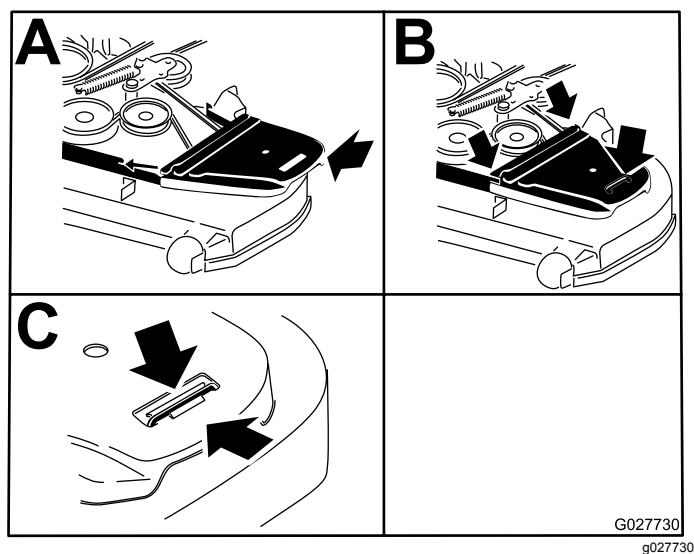

Figura 94
11. Instale las cubiertas de la correa (Figura 94).